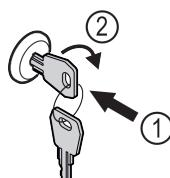

Fig. 175
- Shtyni çelësin brenda. Fig. 175 (1)
- Rrotulloni çelësin me 90° në drejtimin orar. Fig. 175 (2)